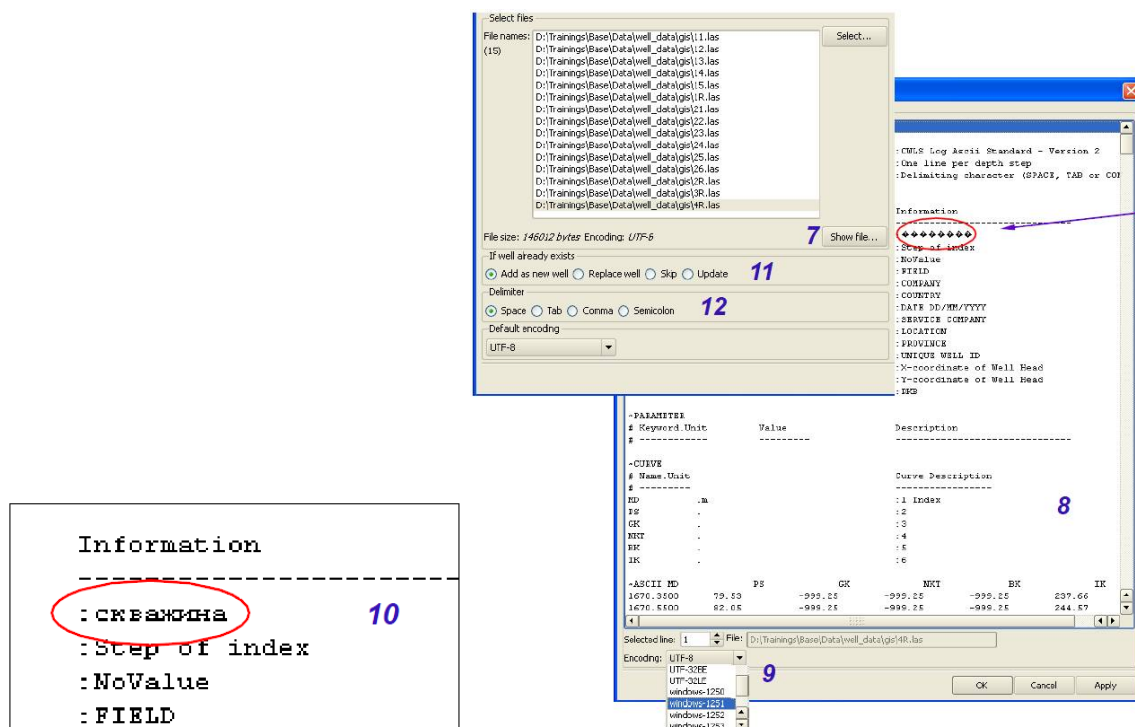

Рисунок 1.17 – Просмотр загружаемой информации
Выбранные файлы можно просмотреть, нажав на кнопку *Show file...* (7) (рис. 1.17). Появится окно, в котором можно просмотреть загружаемую информацию для выбранной скважины (8).